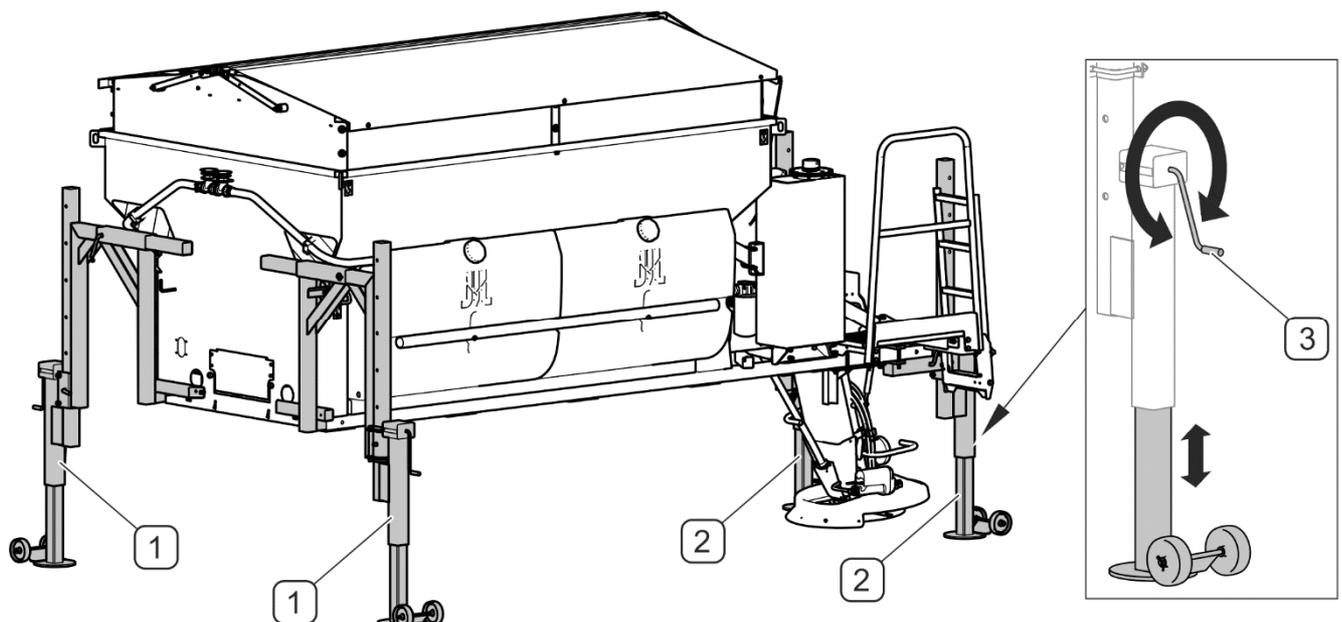

ABBILDUNG 4.5 Stützfüße (Option)
(1) - vorderer Stützfuß; (2) - hinterer Stützfuß; (3) - Mechanismus für die Höheneinstellung
Wenn die Streumaschine mit einstellbaren Stützfüßen (ABBILDUNG 4.5) ausgerüstet ist, müssen diese entsprechend der Höhe der Ladeplattform des Trägerfahrzeugs eingestellt werden. Zur Einstellung dient der Kurbelmechanismus (3).
- Die Maschine auf die Ladeplattform des Trägerfahrzeugs absenken, indem nacheinander die Stützfüße mithilfe des Mechanismus zur Höheneinstellung (3) (ABBILDUNG 4.5) angehoben werden.